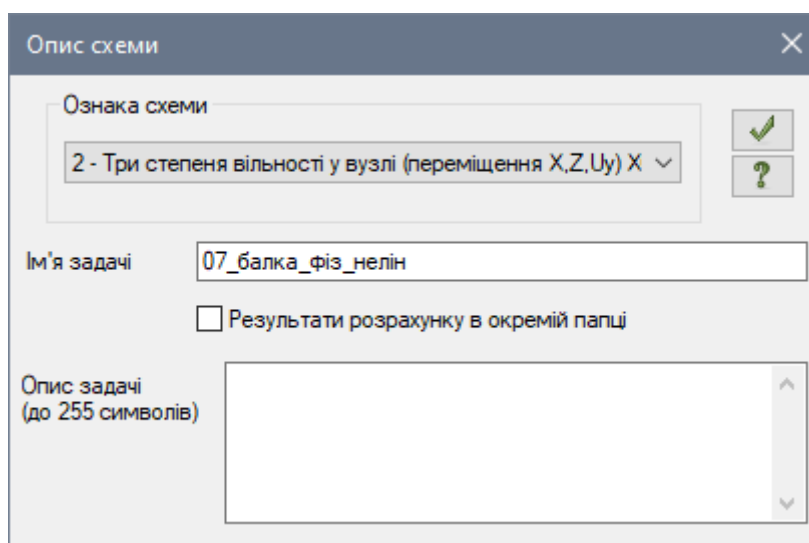

Рис. 7.7. Діалогове вікно **Опис схеми**
- У діалоговому вікні **Опис схеми** (рис. 7.7) задайте наступні параметри: